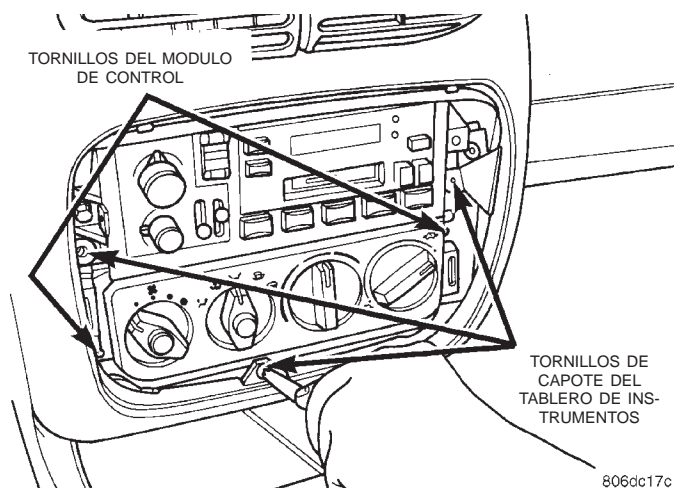
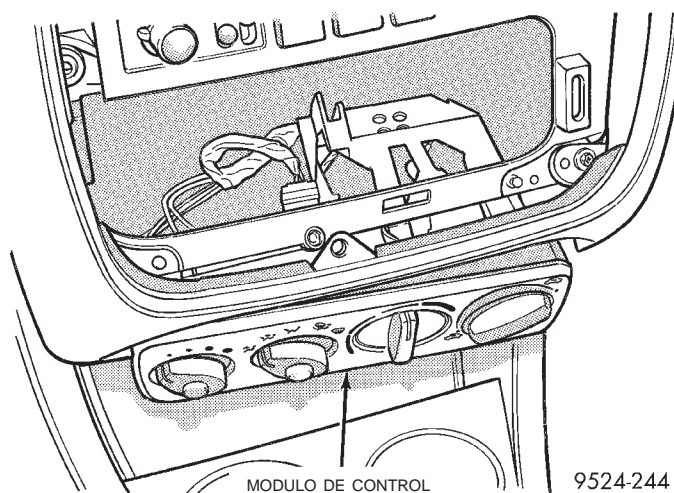
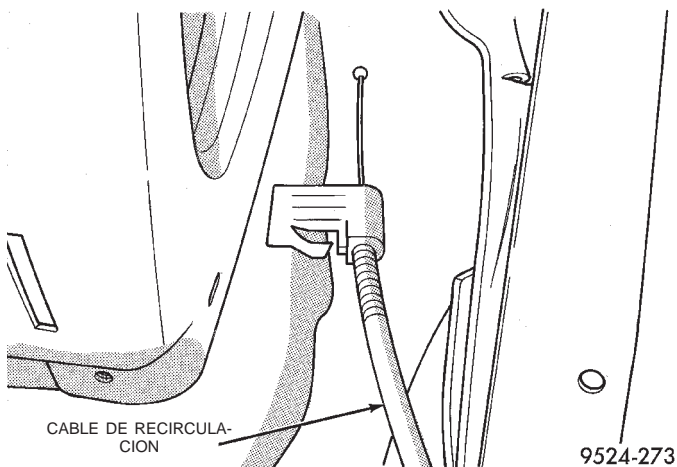

Fig. 67 Tornillos del módulo de control
Fig. 68 Módulo de control en la abertura del marco
Fig. 69 Desconecte el cable de recirculación
(3) Retire los tornillos de retén del marco del capote del tablero de instrumentos, en la abertura del marco tapizado (Fig. 67).
(4) Haga palanca hacia arriba unos milímetros sobre el marco del capote del tablero para dejar al descubierto los tornillos del marco del cubículo del cenicero/encendedor de cigarrillos.
(5) Retire el marco del cubículo del cenicero/encendedor de cigarrillos y el cableado.
(6) Retire los tornillos de retén del módulo de control.
(7) Deje caer el módulo de control del A/A en la abertura del marco del cubículo del cenicero/encendedor de cigarrillos (Fig. 68). Luego desconecte el cableado en la parte trasera del módulo de control.
(8) Suelte el collarín de retención del cable de recirculación, en la parte superior del módulo de control. Guarde el collarín para su posterior uso. Después desconecte el cable de control de recirculación.
(9) Retire el silenciador/conducto de abajo del tablero, en el lado derecho.
(10) Desconecte el indicador de cable a la derecha de la caja de recirculación (Fig. 69).
(11) Retire el extremo del núcleo del cable de la palanca de mando de recirculación.
- (3) Retire los tornillos de retén del marco del capote del tablero de instrumentos, en la abertura del marco tapizado (Fig. 67).
(8) Retire los tornillos de retén del marco del capote del tablero, en la abertura del marco tapizado (Fig. 67).
(9) Haga palanca hacia arriba unos milímetros sobre el marco del capote del tablero de instrumentos, para dejar al descubierto los tornillos del marco del cubículo del cenicero/encendedor de cigarros.
(10) Retire el marco del cubículo del cenicero/encendedor de cigarros y el cableado.
(11) Retire los tornillos de retén del módulo de control.
(12) Deje caer el módulo de control del A/A en la abertura del marco del cubículo del cenicero/encendedor de cigarros (Fig. 68). Luego desconecte el cableado en la parte trasera del módulo de control.
(13) Suelte los sujetadores de cable de la parte superior del módulo de control. Guárdelos para su uso posterior. Después desconecte los cables de control de temperatura y de control de recirculación.
(14) Retire el módulo de control.
(15) Retire el marco superior del tablero de instrumentos.
(16) Retire los tapones de extremo izquierdo y derecho del tablero de instrumentos.
(17) Retire el protector de rodilla inferior izquierdo. Desconecte el cableado del motor de la compuerta de modo.
(18) Retire el zócalo izquierdo y derecho del montante interior de la puerta.
(19) Retire las mitades delantera y trasera de la consola de suelo.
(20) Retire la radio.
(21) Retire el silenciador/conducto inferior del lado derecho.
(22) Retire el conjunto de la guantera.